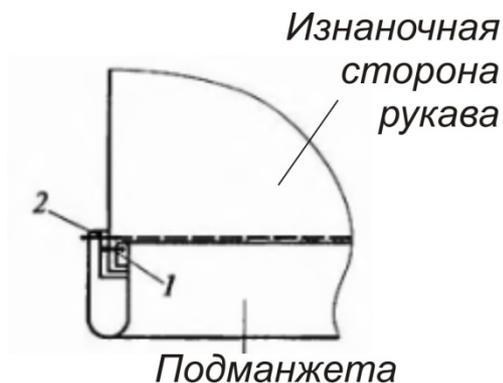

Рис.2
26. Надеть манжету на рукав, располагая изнаночную сторону манжеты к изнаночной стороне рукава и притачать к рукаву только нижний слой манжеты (подманжету), совместив срезы низа рукава и верхний срез подманжеты швом 1 см (Рис.2, строчка 1).
27. Манжету отгибают, оставшийся открытым срез манжеты подгибают внутрь и настрачивают край манжеты на шов притачивания подманжеты (Рис.2, строчка 2).